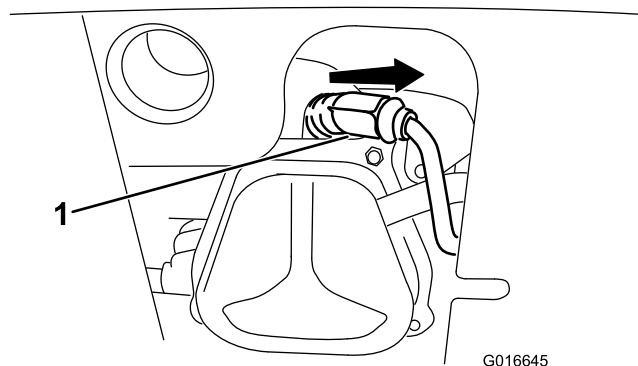

Figura 35
1. Remova o tampão (Figura 35).